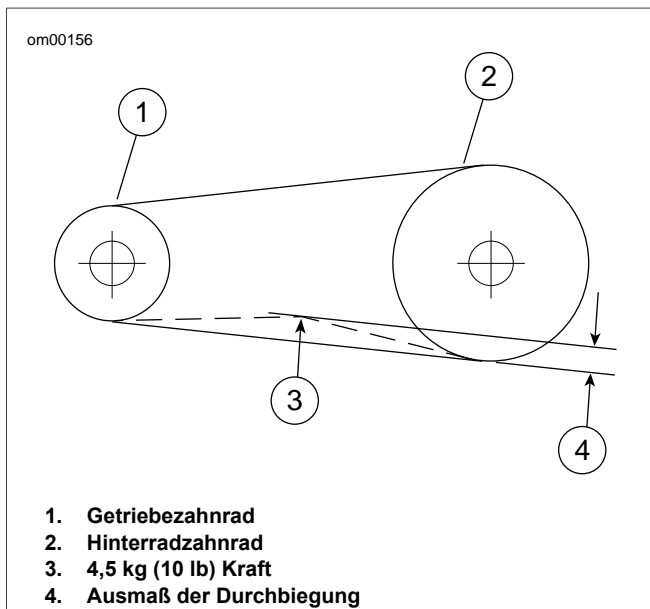

Abbildung 42. Riemendurchbiegung überprüfen
- b. **Alle anderen Modelle:** Siehe Abbildung 42. Bei stillgehaltenem Messgerät Riemendurchbiegung (4) messen.